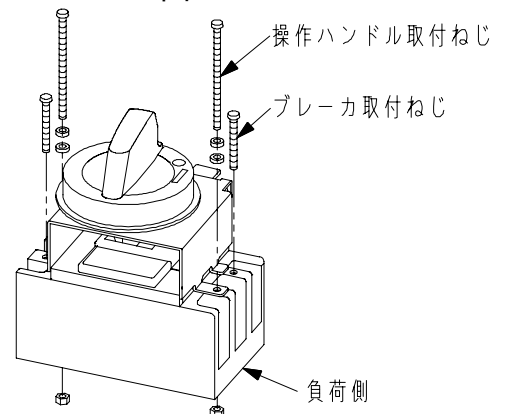

図7
- ②ブレーカに付属している取付ねじでブレーカを取り付けます。(図7)
- ③操作ハンドルの電源側・負荷側のラベルに従って方向を合わせ、ブレーカのハンドルとはめ合わせます。
- ④同梱の操作ハンドル取付ねじ2本にてブレーカと操作ハンドルを取付け板に取り付けてください。(図7)